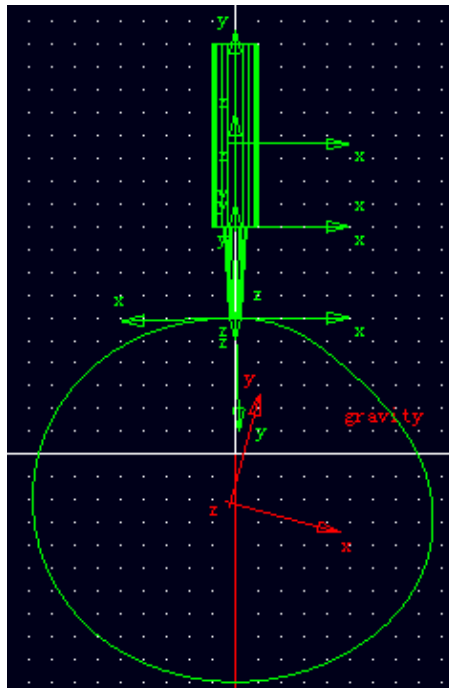

图 5-2 创建截锥体
5.2 在 ADAMS/View 中零件库中选择截锥体图标 ，参数选择 **Add to Part**，其他参数 (**Length**、**Bottom Radius**、**Top Radius**) 可以不选择。在 ADAMS/View 工作窗口中先用鼠标左键点击圆柱体 (**PART\_10**)，接着选择圆柱体底面上的 **Marker** 点 (**PART\_10.MARKER\_12**)，然后选择凸轮 (闭合样条曲线) 上的 **Marker** 点 (**PART\_5.MARKER\_10**)。一个截锥体创建出来，并且和圆柱体固结在一起。如图 5-2 所示。